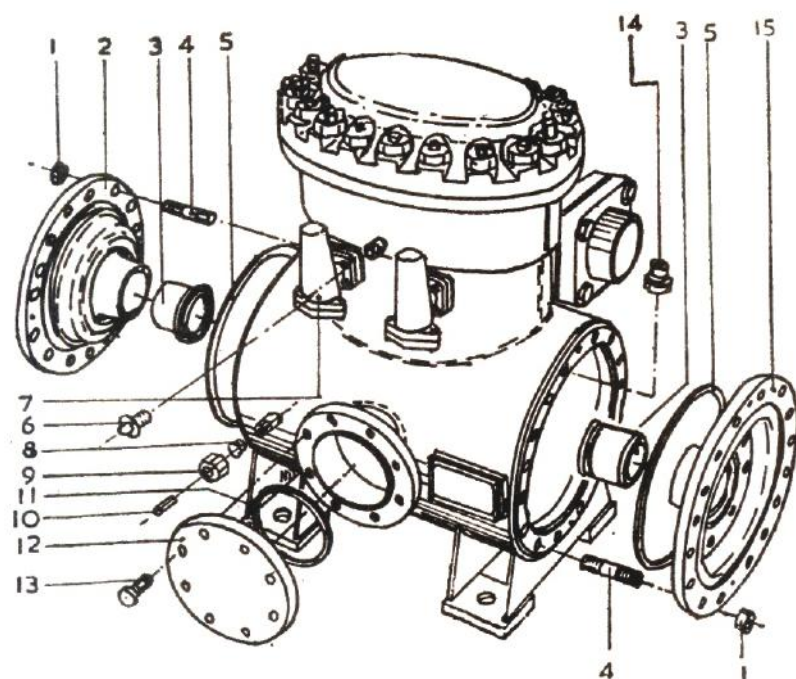
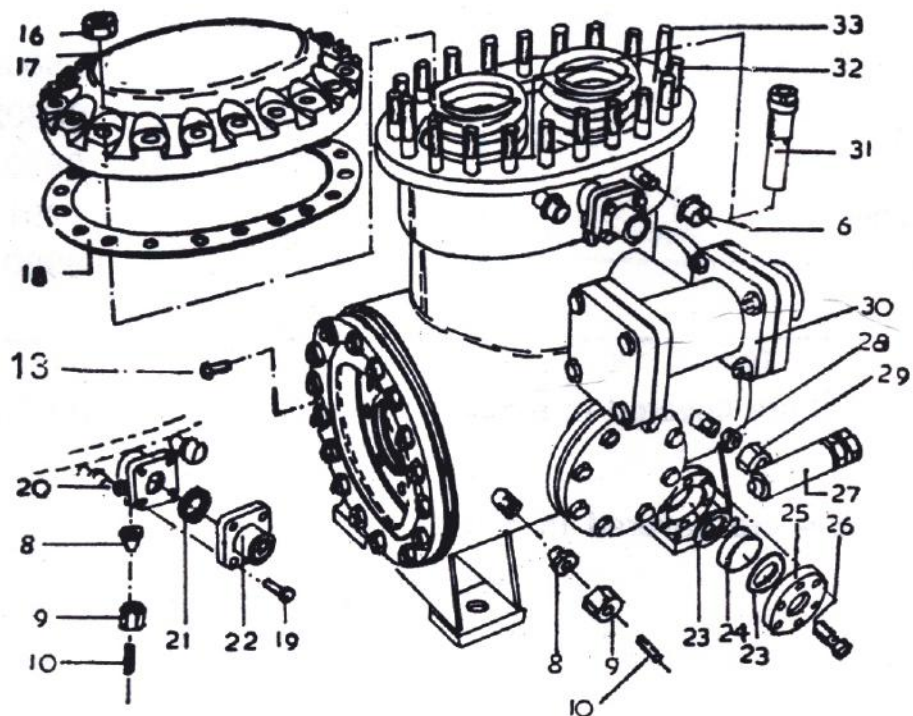

Fig. 9 : Frame MPX 2.
Fig. 10 : Frame MPX 2.
8.2	Frme (See Fig 9 and Fig. 10)